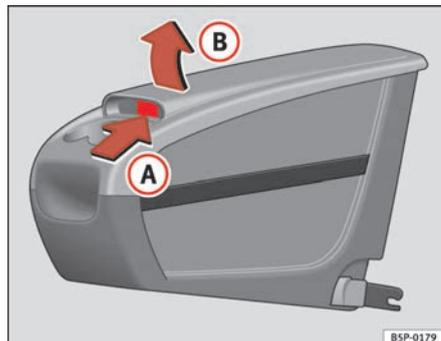

Fig. 113 Cassetto portaoggetti estraibile. Apertura
- Sollevare il coperchio **B** attraverso la zona **A** ⇒ fig. 113.